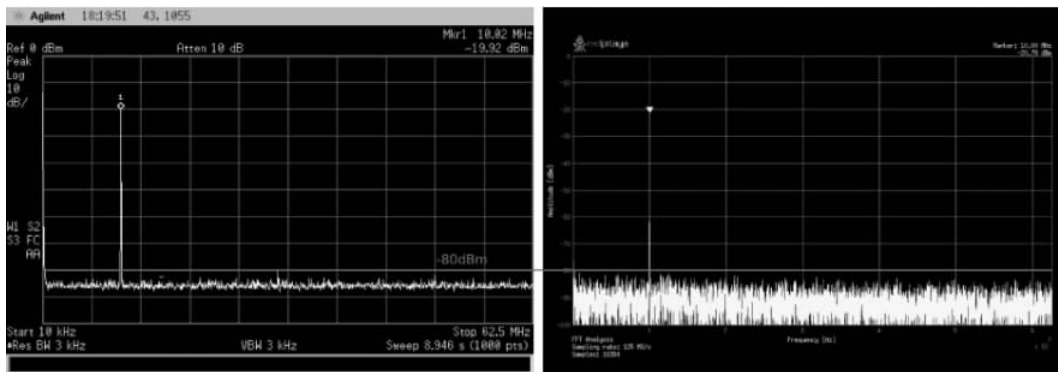

图 3-12 参考信号(-20dBm , 10MHz)
(18) 参考信号： -20dBm , 10MHz ,如图 3-12 所示。